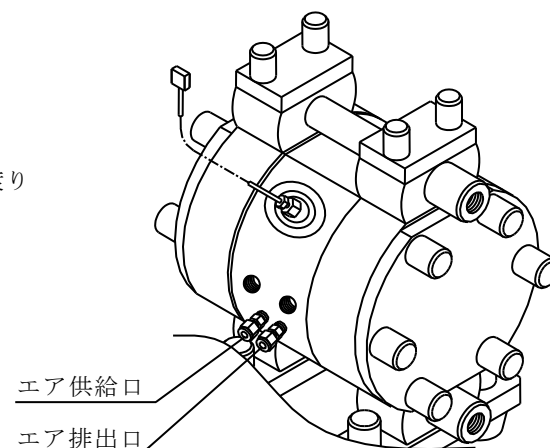

Fig. 4.5
- 1) ポンプにクーリングノズルを接続してください。接続箇所は「1. 各部の名称と材質」及びFig.4.5を参照してください。